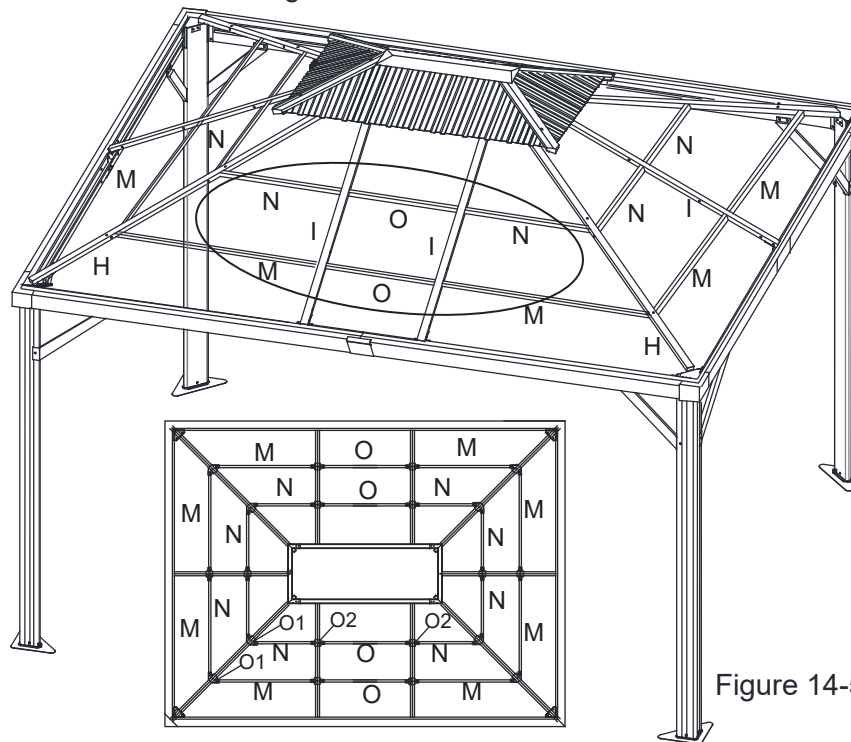

Figure 14-5
- 14.5. Répéter l'opération pour tous les côtés. Serrer tous les boulons. Voir figure 14-5.